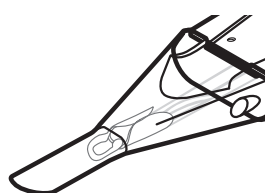
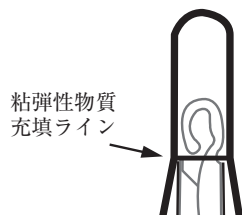
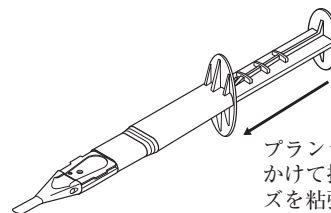

図3a.
図3b.
図4.
8. プランジャーを滑らかに、一定の速さで前進させ、光学部の前方エッジが粘弾性物質充填ラインに達するまで押し進める（図3a、図3b）。このプランジャーを押し進める操作は7秒以上かけて行う必要がある（図4参照）。